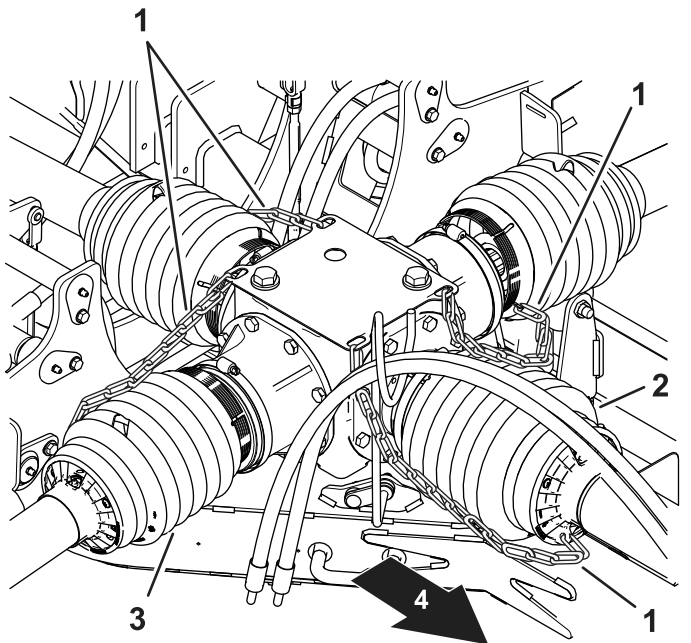
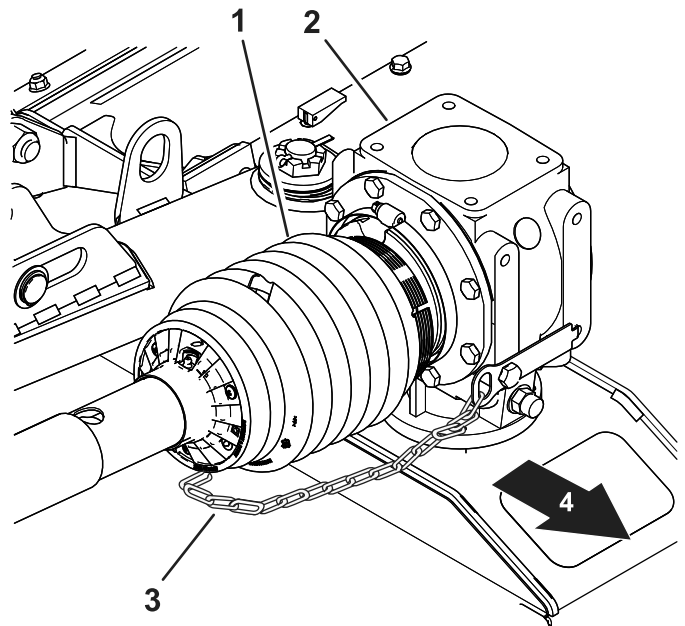
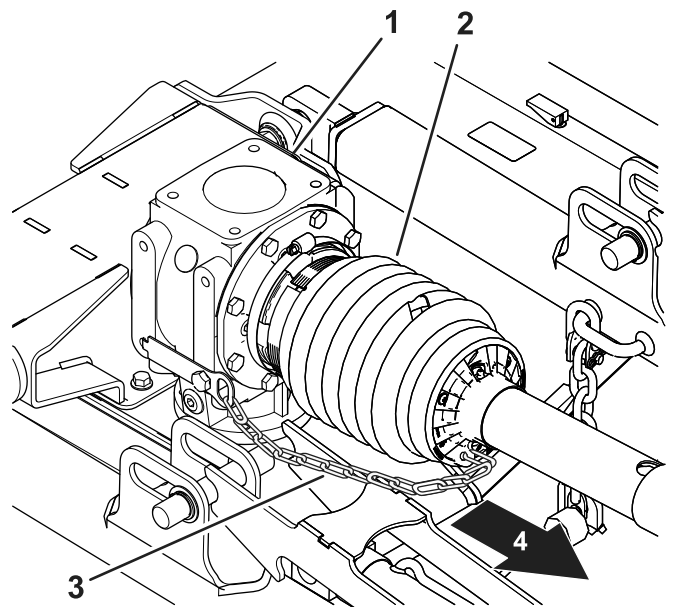
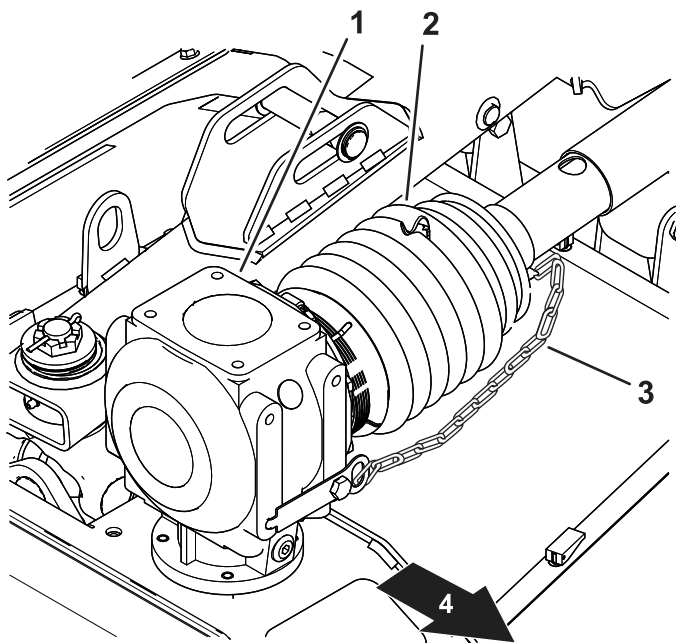

Bild 18
Bild 19
Bild 20
Bild 21
6. Prüfen Sie, ob die Rückhalteketten für die Antriebswellenabdeckungen mit dem Zentralgetriebe und den Getrieben auf jedem Mähwerk verbunden sind (Bild 18, Bild 19, Bild 20 und Bild 21).